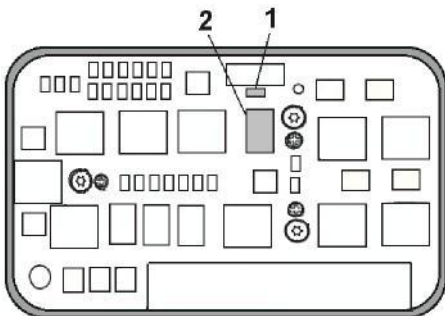

Abbildung 6
22. Relais (2) und Sicherung (1) einsetzen (Abbildung 6).